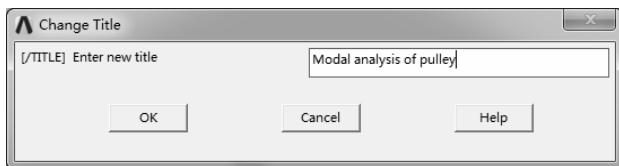

图 7-31 “Change Title”对话框
2) 选择“Utility Menu>File>Change Title”命令，弹出“Change Title”对话框，修改标题为“Modal analysis of pulley”，如图 7-31 所示。单击“OK”按钮完成修改。